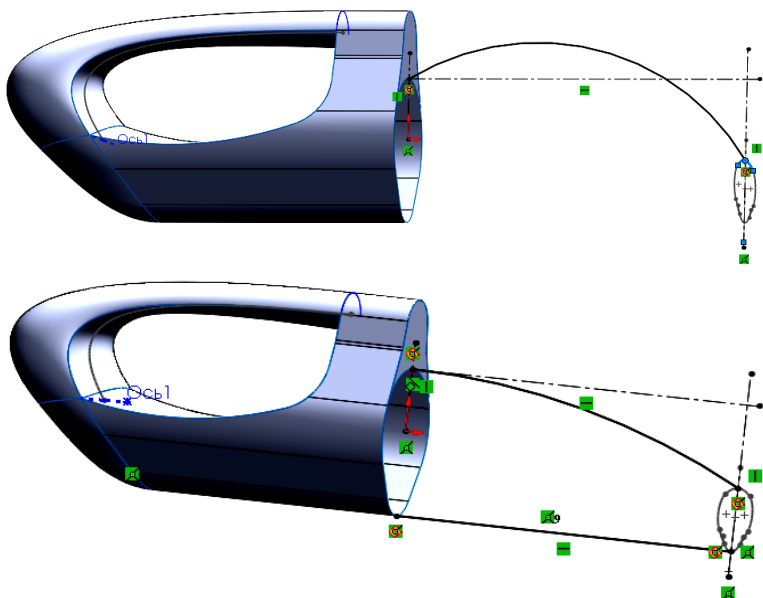

Рис.33. Побудова ескізу напрямних
17. Створюємо ескіз напрямних на площині *Справа*. Будуємо дугу через три точки від одного профілю до другого, встановлюючи взаємозв'язки між відповідними точками дуги та профілем *Точка проникання*. Через верхню точку проникання проводимо допоміжну горизонтальну пряму та задаємо взаємозв'язок кривої *Дотичність* з прямою. Другу напрямну проводимо горизонтально, також встановивши взаємозв'язок *Точка проникання* (Рис.33).